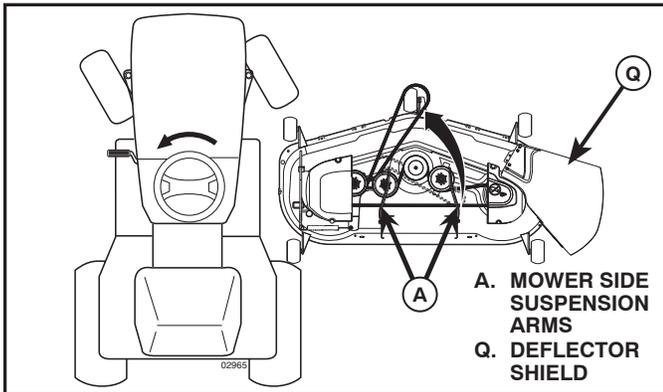

Fig. 23
4. SLIDE MOWER UNDER TRACTOR (See Fig. 23)